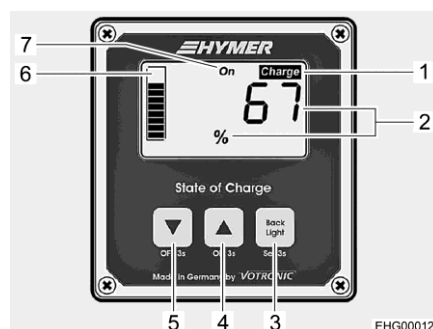

Fig. 128 Pannello indicatore (indicazione dello stato di carica complessivo)
Illuminazione del display Quando si preme un tasto sul pannello di controllo, l'illuminazione del display si accende automaticamente. Se non si preme alcun tasto per 3 minuti, l'illuminazione si spegne automaticamente. L'illuminazione del display può essere spenta manualmente con il tasto (Fig. 128,3).
Stato di carica complessivo (SOC), indicazione Il display mostra lo stato di carica complessivo delle batterie piombo-acido e al litio, noto come "state of charge" (SOC). Il valore SOC della batteria è espresso in percentuale (Fig. 128,2) e viene visualizzato anche sotto forma di grafico a barre (Fig. 128,6).
- Quando il display visualizza l'indicazione di tensione: Premere brevemente il tasto (Fig. 128,4) o (Fig. 128,5) per passare alla visualizzazione del valore SOC della batteria (Fig. 128,2).
Se il valore SOC scende al di sotto del 20 %, l'indicatore "Charge" (Fig. 128,1) lampeggia. In questo caso caricare le batterie.
- Se il display mostra il valore SOC: Premere brevemente il tasto (Fig. 128,4) o (Fig. 128,5) per passare alla visualizzazione della tensione della batteria (Fig. 129,1).